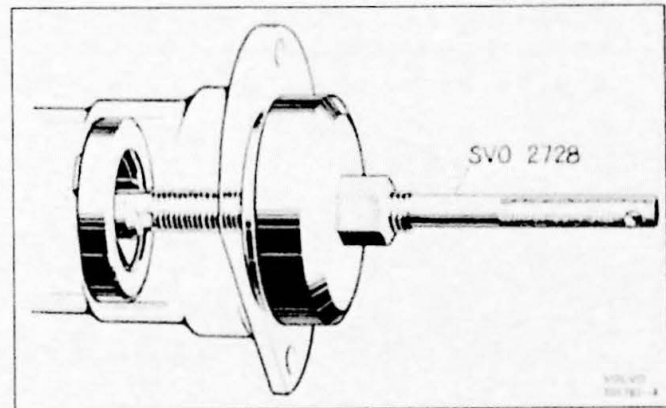

Fig. 9.10. Demontage van de keerring
3. Verwijder de keerring met behulp van SVO 2728 (Fig. 9.10).